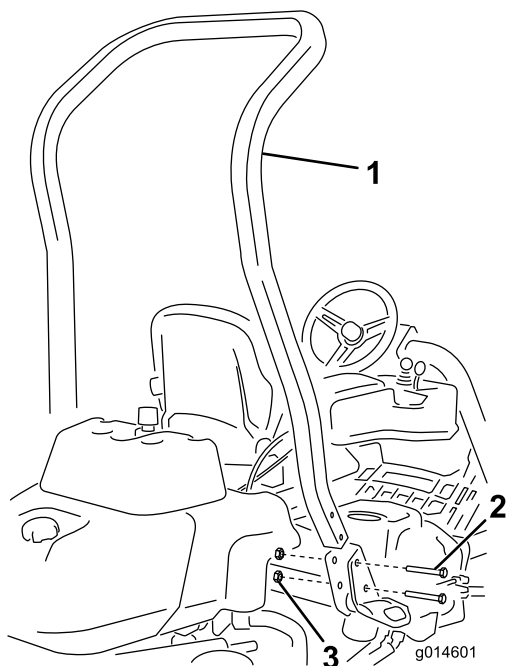

Figure 3
3. Montez l'arceau de sécurité dans les logements prévus de chaque côté de la machine au moyen de 4 boulons ($\frac{1}{2}$ " x $3\frac{3}{4}$ ") et 4 écrous à embase ($\frac{1}{2}$ ") (Figure 3).